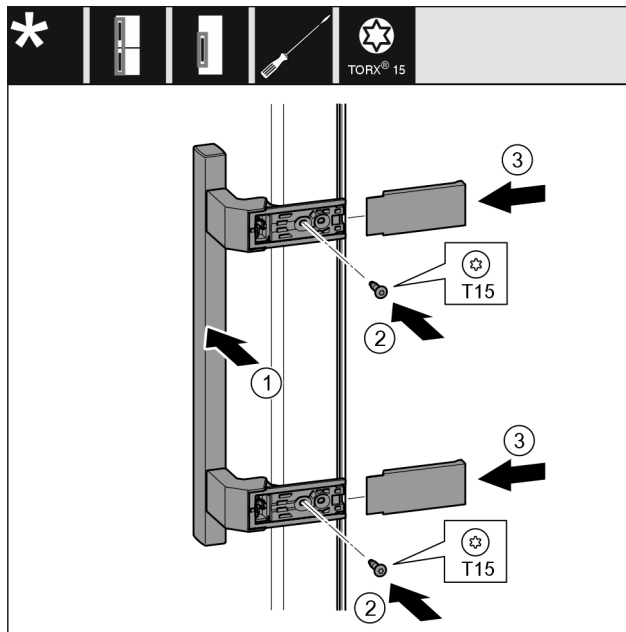

Fig. 22
- ▶ Držadlo Fig. 22 (1) nasadte na opačnú stranu.
- ▶ Pevne utiahnite skrutky Fig. 22 (2) skrutkovačom.
- ▶ Kryty Fig. 22 (3) nasadte a nasuňte z boku.